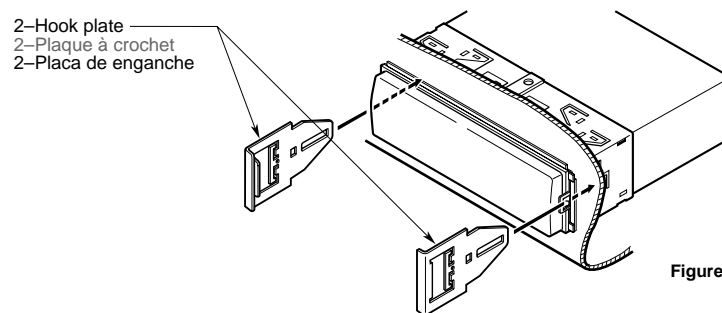

Figure 9 / Figure 9 / Figura 9
3. Insert and lock the hook plates. (Figure 9)
3. Insérer et verrouiller les plaques à crochet. (Figure 9)